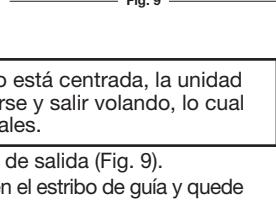

Fig. 9
- Coloque la cuchilla de corte en el buje del eje de salida (Fig. 9).
- Verifique que la cuchilla de corte esté centrada en el estribo de guía y quede plana contra el buje del eje de salida (Fig. 9).
- Saque la tuerca, el retén de la cuchilla y la cuchilla (Fig. 9). Guarde la tuerca y la cuchilla juntas en un lugar seguro para su uso futuro. Guarde fuera del alcance de los niños.